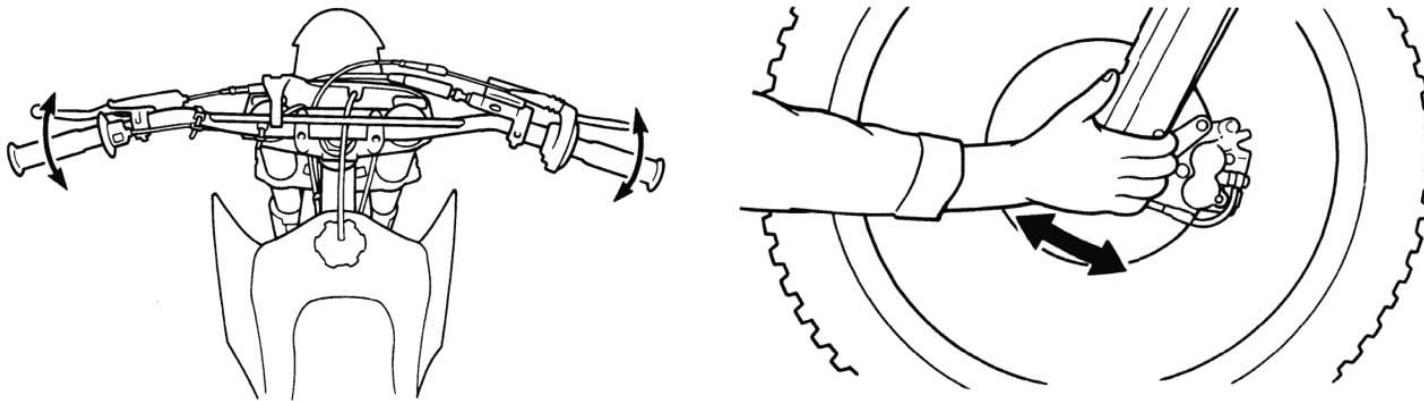

Рисунок 6. Проверка рулевой колонки
1. Встаньте перед мотоциклом. Возьмитесь за вилку (в районе передней оси) и потянните вилку по направлению к двигателю и обратно (см. рис. 6) несколько раз. Если подшипники изношены, вы почувствуете люфт или даже услышите щелчок / глухой удар.